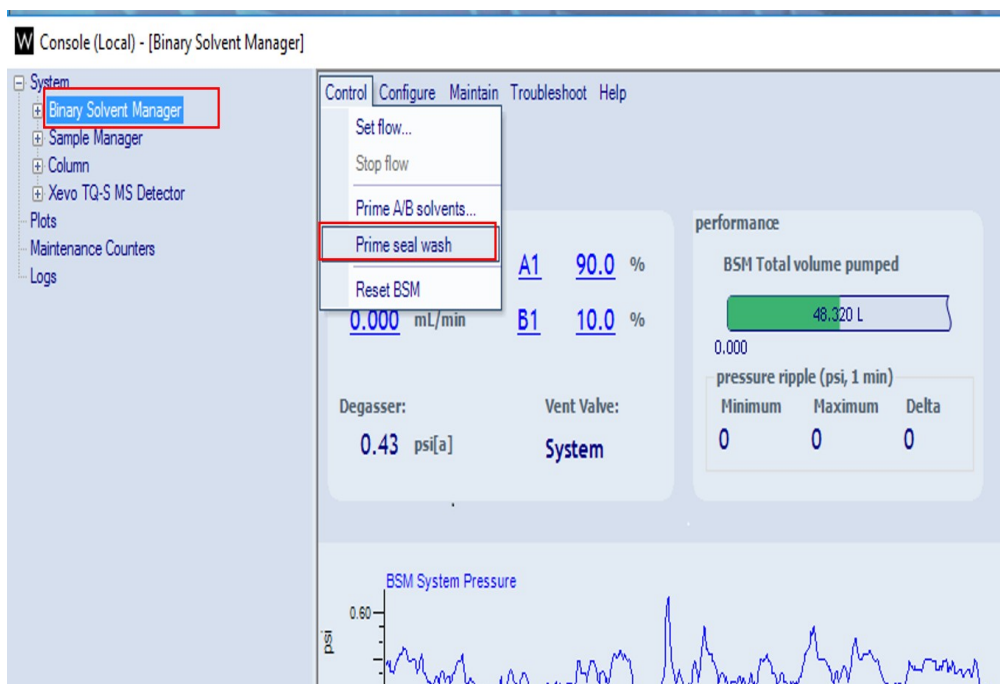

图 6-14
Step2. 如图 6-14, 在 Console 界面, 选择 Binary Solvent Manger – Control-Prime seal wash (图 6-14), Seal Wash 泵开始工作, 运行时间 2 分钟。